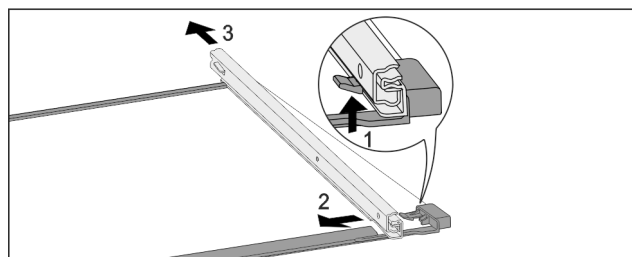

Fig. 190 Płyta szklana z szynami
- ▶ Wcisnąć przedni hak ryglujący do góry. Fig. 190 (1)
- ▶ Wysunąć prowadnicę w bok Fig. 190 (2) i do tyłu Fig. 190 (3).